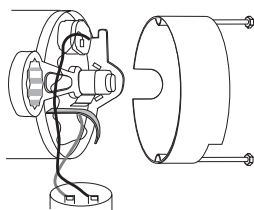

Figure 26
2. Si la roue doit être remplacée, desserrer les deux vis mécaniques et enlever le capot du moteur (voir Figure 26).
AVERTISSEMENT La tension du condensateur peut poser des risques. Pour décharger le condensateur du moteur, tenir un tournevis isolé PAR SA POIGNÉE et court-circuiter ensemble les bornes du condensateur (voir Figure 26). Ne pas toucher la lame en métal du tournevis ni les bornes du condensateur. En cas de doute, consulter un électricien qualifié.